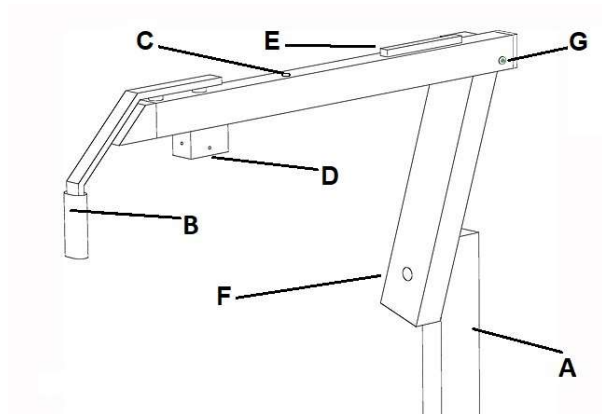

Abbildung 10: Physiologisch neigbarer Phoropterarm
- physiologisch neigbaren Phoro-Opterarm (Abbildung 10)